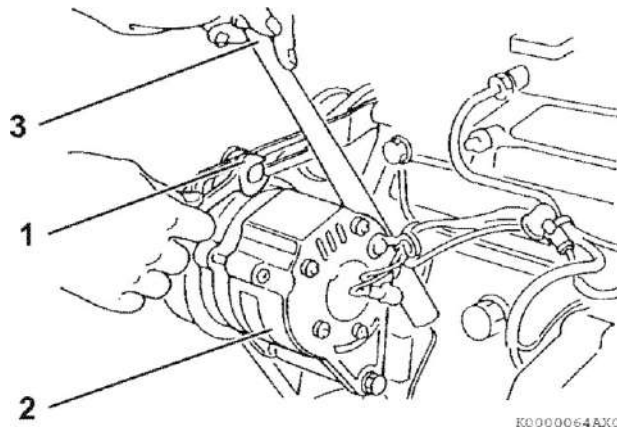

Рисунок 42
- В случае необходимости, отрегулируйте натяжение клинообразного ремня. Ослабьте регулировочный болт, болты и/или гайки крепления (рисунок 42 (1)) и другие связанные болты и/или гайки, затем переместить генератор (рисунок 42 (2)) монтировкой (рисунок 42 (3)) и повернуть его относительно оси крепления в положение, при котором установится требуемое натяжение ремня. После это затянуть регулировочные болты и/или гайки крепления.